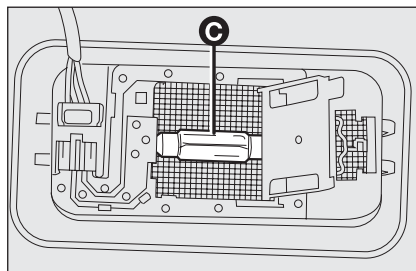

fig. 34
- ☐ substituir a lâmpada **C-fig. 34** desaptando-a dos contactos laterais e inserir a nova lâmpada certificando-se de que a mesma está correctamente bloqueada entre os contactos;